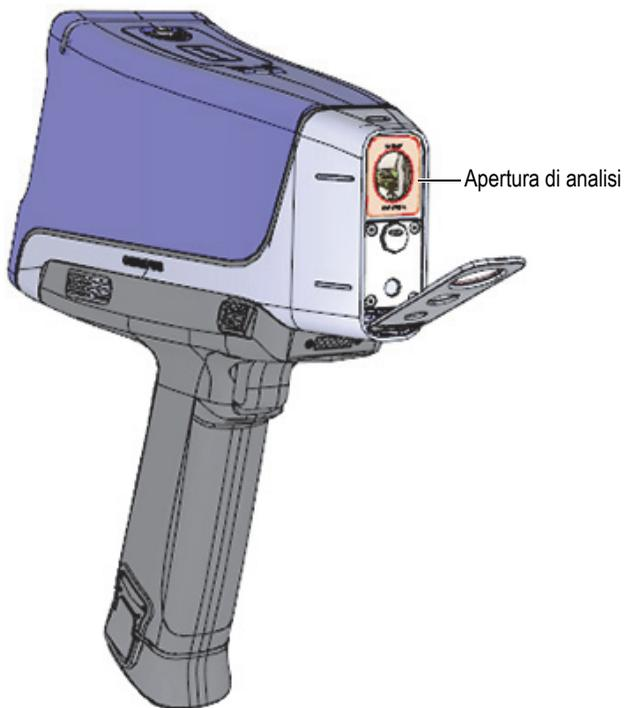

Figura 4-4 Componente frontale del telaio completamente aperta
4. Tirare la parte superiore della componente frontale del telaio e ruotarla verso il basso per accedere alla pellicola dell'apertura di analisi (vedere Figura 4-4 a pagina 93).